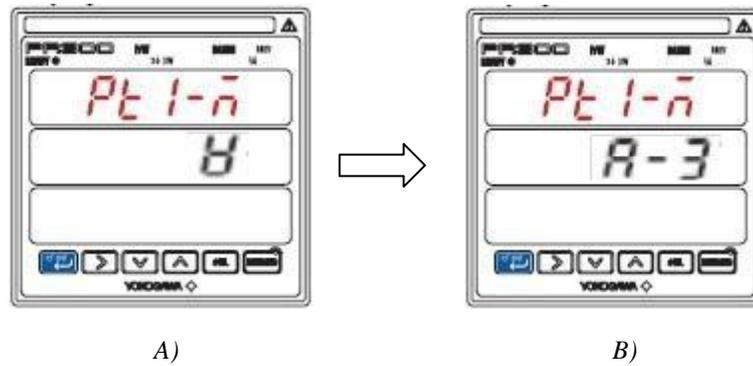

Figura 4.20
22. Para cambiar al rack intermedio se oprime  figura 4.20 A) y oprimir